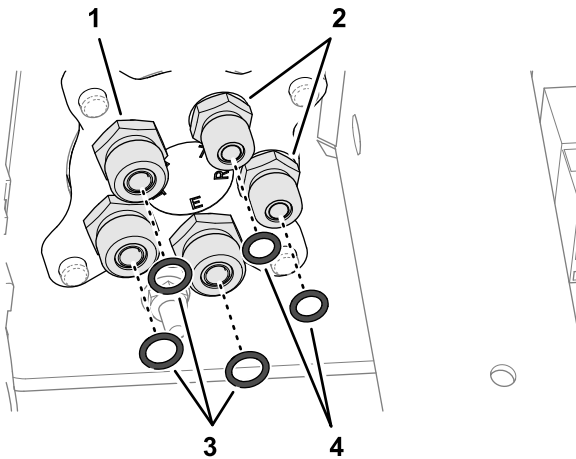

Bild 112
- Entfernen Sie die drei O-Ringe von der Stirnseite der -6 Anschlussstücke des Lenkventils (Bild 112).
- Setzen Sie drei neue O-Ringe mit einem Durchmesser von 9,2/1,8 mm in die Nuten der -6 Anschlussstücke ein (Bild 112).
- Entfernen Sie die beiden O-Ringe von der Stirnseite der -4 Anschlussstücke des Lenkventils (Bild 112).
- Setzen Sie zwei neue O-Ringe mit einem Durchmesser von 7,6/1,8 mm in die Nuten der -4 Anschlussstücke ein (Bild 112).